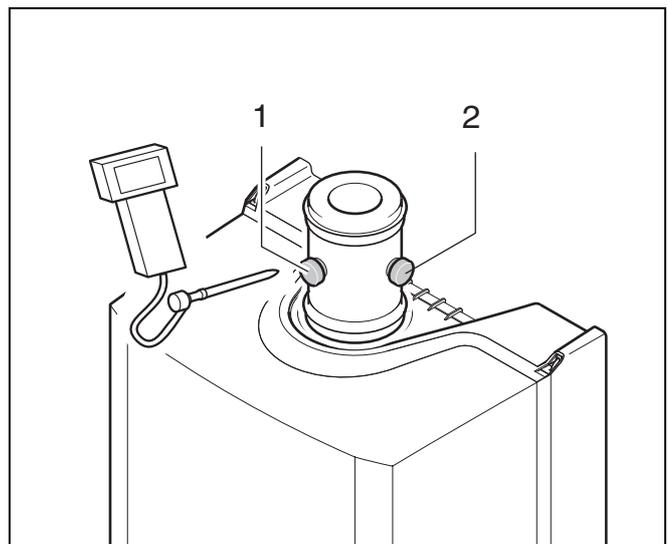

Fig. 39 Punti di rilevamento sul tubo dei gas combusti
- Svitare la vite di chiusura (fig. 39) del pezzo di raccordo con il sistema aria comburente - gas combusti e riavvitarla dopo aver eseguito il rilevamento. Portare l'apparecchio in modalità "Hi". Vedere menu 3: "Impostazioni" a pagina 22.